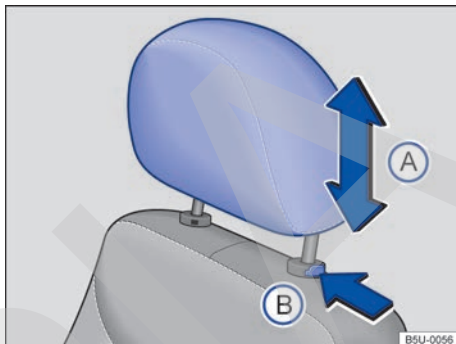

Fig. 38 Desmonte el apoyacabezas delantero.
- Presionar la tecla → fig. 38 (B) en el sentido de la flecha. Retirar el apoyacabezas con la tecla presionada. ▶
- Empuje el apoyacabezas totalmente hacia abajo con la tecla → fig. 38 (B) presionada.